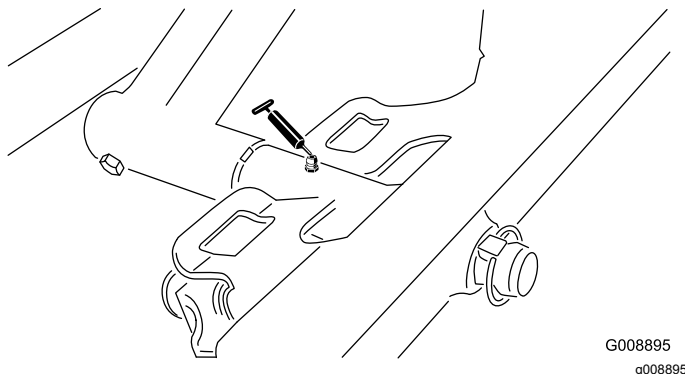

Figura 38
- Articulação da unidade de corte frontal (Figura 38)